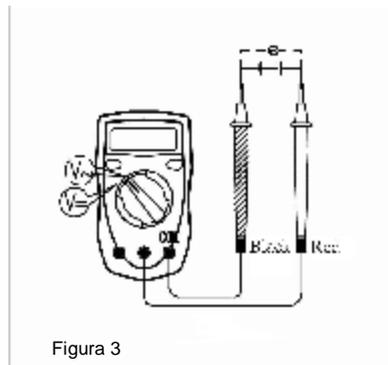

Figura 3
**A. Tensione DC (figura 3)**
**B. Tensione AC (figura 3)**